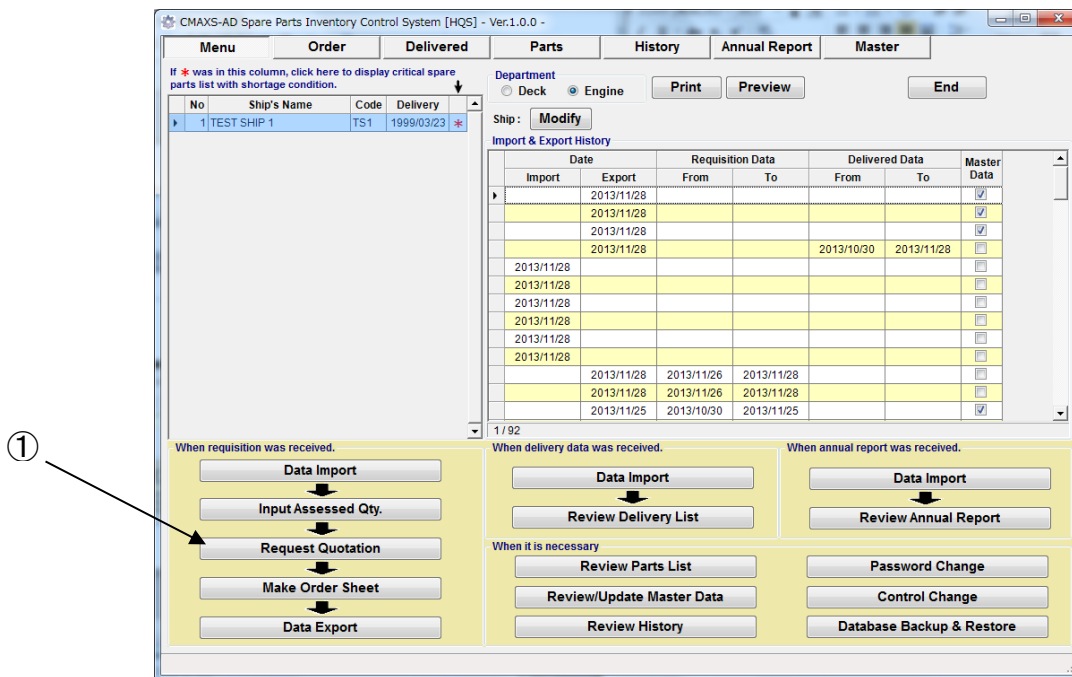

図 7-1 Menu 画面
- (1) “Menu 画面”(図 7-1)で[Request Quotation]を選択します。
- (8) [▼]マークをクリックし、ドロップダウンリストより Supplier を選択してください。
- (9) 最大 10 社の供給元を設定できます。
- (10) Supplier 選択後、チェックマーク必要箇所に入れます。
- (11) Supplier 選択後、[・] オプションボタンをチェックし、Excel 仕様の見積書を作成します。
- (12) [Export]を選択すると"Export 画面"が表示されます。
- (13) "OK"ボタンを選択すると、Excel 仕様の注文書が作成されます。
- (14) 注文書を Supplier に送信します。
- (15) 必要であれば、Supplier から注文書に対する返答を受け取る際、[Import]を選択すると返答データを受信します。
- (16) [Menu]を選択し、"Menu 画面"(図 7-1)に戻ります。